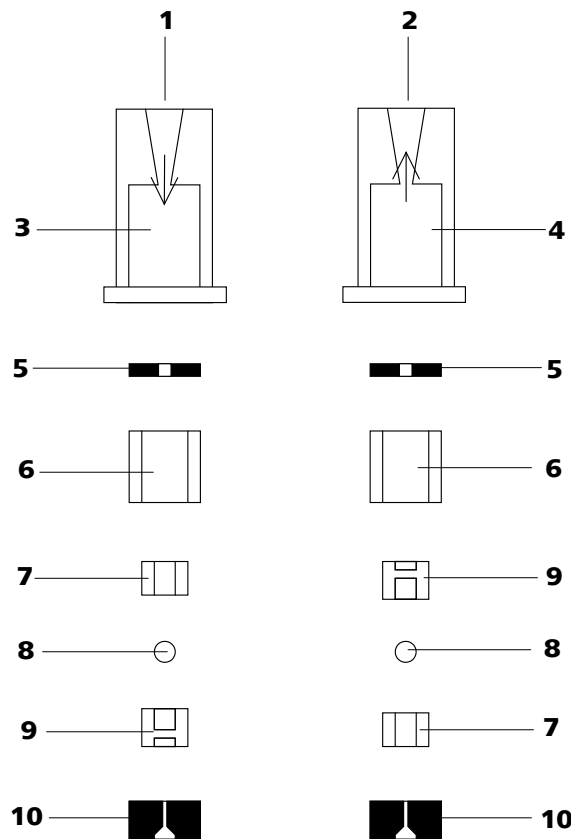

Figura 43 Componentes de la válvula de entrada y de la válvula de salida
- Las válvulas de entrada y de salida están integradas por los mismos componentes, que solamente están dispuestos de forma diferente (véase figura 43, página 81).
Vuelva a montar los componentes de la válvula *según la figura 43, página 81*.
- Coloque los componentes restantes de la válvula en orden correcto (véase figura 43, página 81) uno encima del otro
En caso contrario, se deberá volver a desmontar la válvula y montarla correctamente (véase figura 43, página 81).